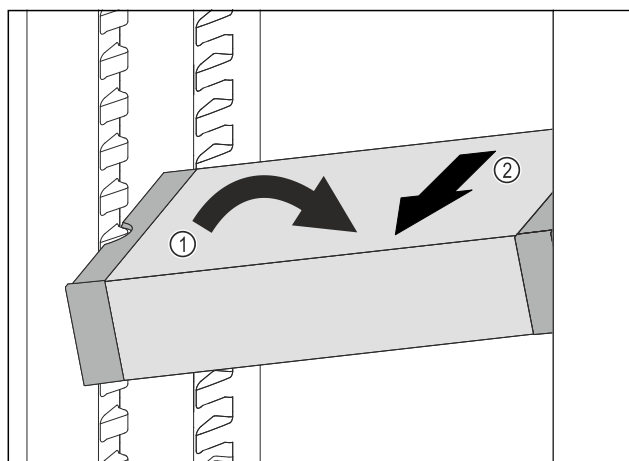

Fig. 161
- ▶ 在冷藏区中倾斜 VarioSafe。Fig. 161 (1)
- ▶ 向前取出 VarioSafe。Fig. 161 (2)